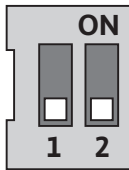

Fig. 31: Interruttori DIP
Gli interruttori DIP (fig. 9, pos. 6/fig. 31) si trovano sotto la copertura del corpo.